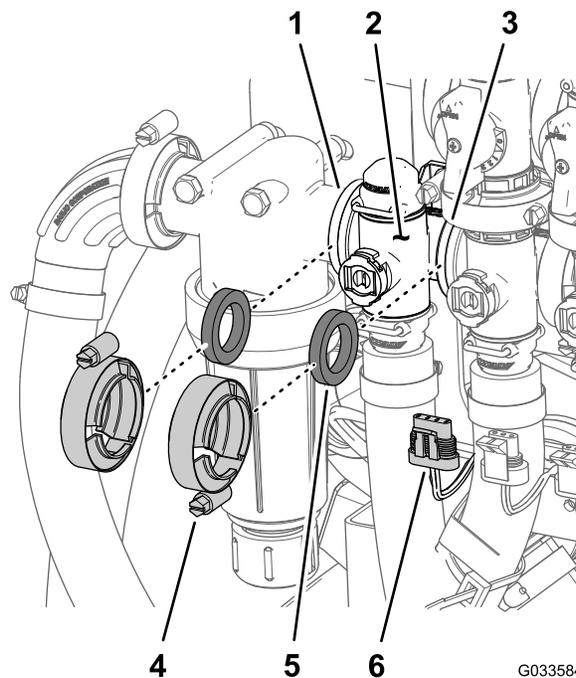

Рисунок 98
1. Снимите два фланцевых хомута и две прокладки, с помощью которых коллектор клапана управления нормой внесения (Рисунок 98) крепится к фильтру линии нагнетания и клапану перемешивания.